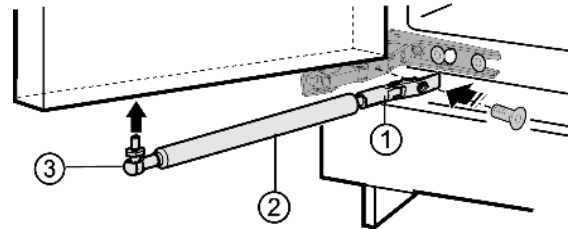

Fig. 5
- Avvitare il supporto Fig. 5 (1).
- Avvitare il perno sferico Fig. 5 (3) assieme all'ammortizzatore di chiusura Fig. 5 (2) nel foro di fissaggio.